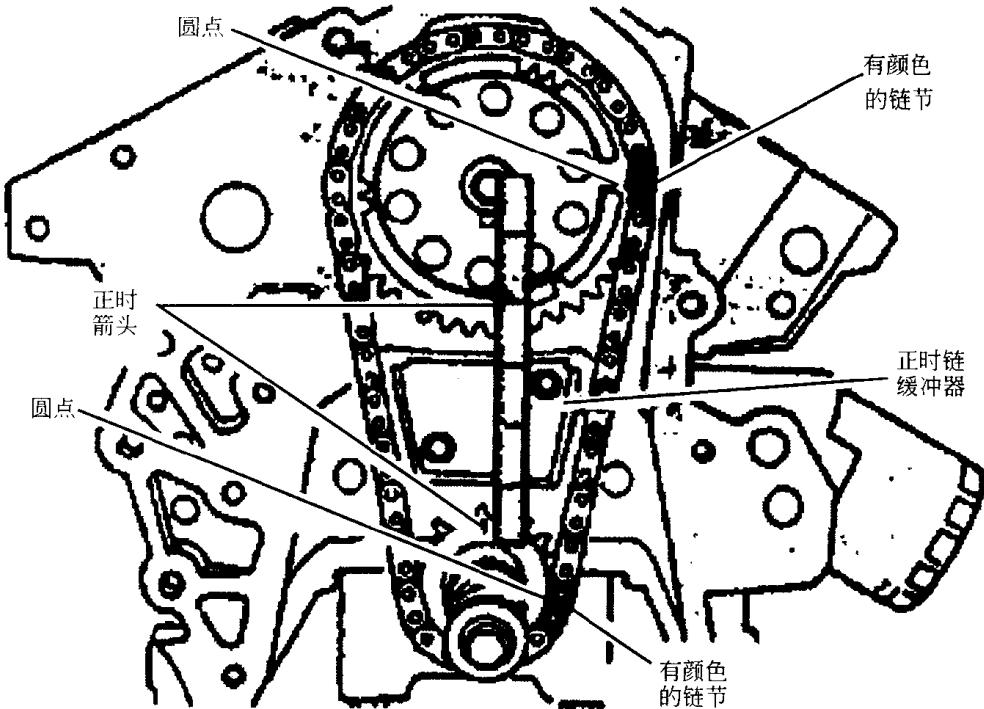

图 1-7
4. 为拆下正时链，转动曲轴以对准正时箭头。拆下凸轮轴链轮固定螺栓，垫圈，凸轮轴链轮，正时链和曲轴链轮。见图 1-7。
2. 在凸轮轴链轮上安装正时链,使正时链上有颜色标记的链节与凸轮轴链轮上的圆点对准,见图 1-7 ,将凸轮轴链轮置于正时箭头 6 点钟位置。